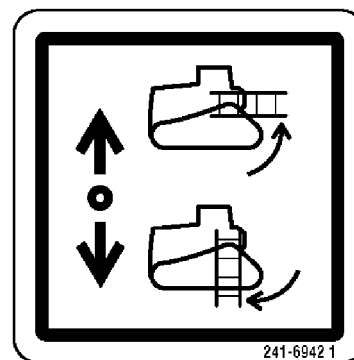

Рис. 33
5. Нажмите переключатель на блоке управления для опускания лестницы в положение ВНИЗ. Удерживайте переключатель на блоке управления, чтобы продолжать опускание лестницы. См. рис. 33.